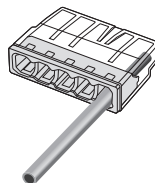

Рис. 2
4. Вставить проводник до упора в соответствующее гнездо клеммы (рис. 2). Прозрачный корпус позволяет контролировать глубину захода жилы.